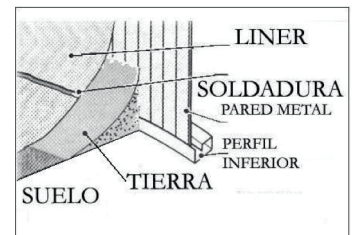

Abb. 24.
- e) Bei der Installation des Schutzprofils (PL), Abb. 24., entfernen Sie alle über der Verschalung und entlang des Poolumfangs befindlichen Spannbügel.